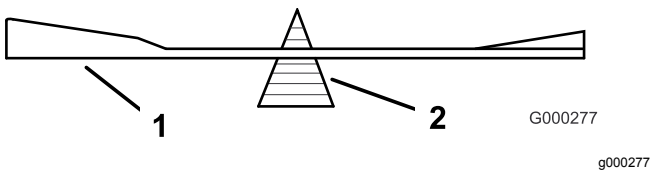

Bild 102
- Prüfen Sie die Auswuchtung des Schnittmessers auf einer Ausgleichsmaschine (Bild 102).